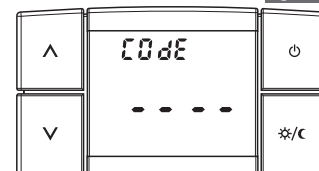

fig. 41
- Appuyer par impulsions neuf fois sur la touche  pour accéder à la page du mot de passe : l'écran affichera l'inscription « **COde** » et « **- - - -** » (fig. 41).